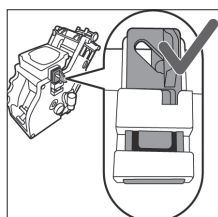

図 5
8. ユニットの固定フック（ロックフック）が正位置にあることを確認してください。(図 5 参照)